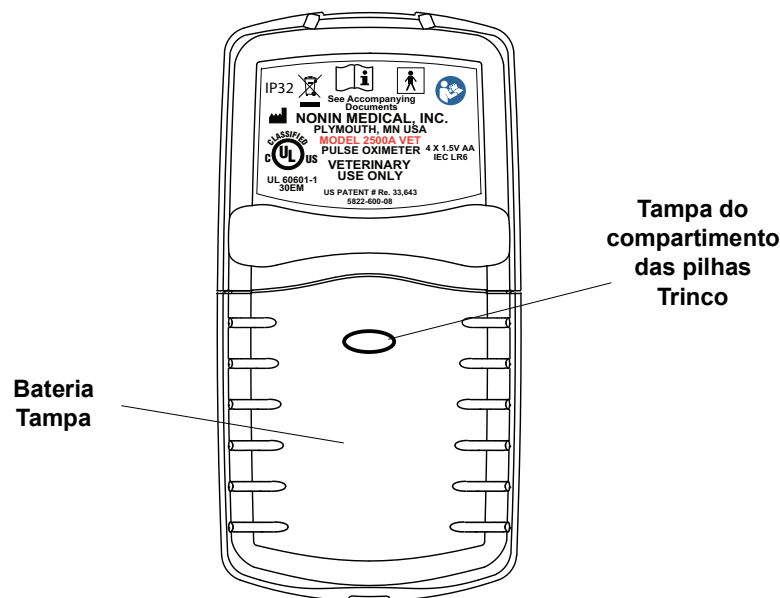

Figura 2: Modelo 2500A VET - Vista Traseira
1. Pressione o trinco da tampa do compartimento das pilhas (figura 2) e deslize a tampado compartimento das pilhas para o fundo da unidade.